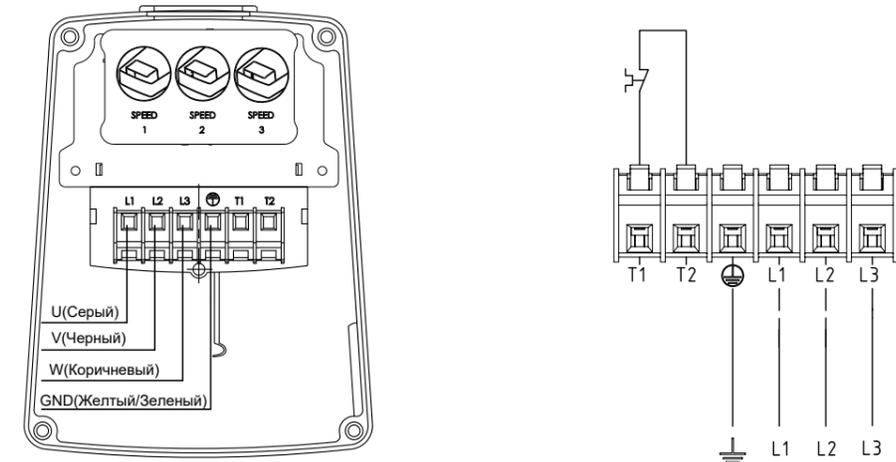

Рис. 2
- Кабель ввести через входное отверстие кабельного ввода (19) (Рис.1) в клеммную коробку (17) и выполнить присоединение жил проводов к клеммной колодке в соответствии с маркировкой (см. Рис. 2).